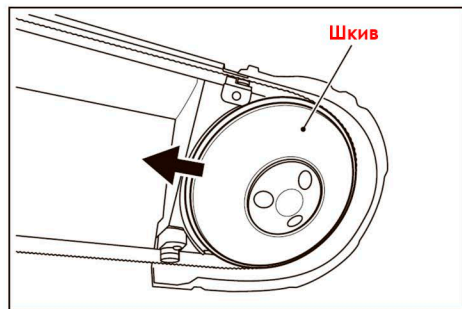

Рис.4
2. Наденьте пыльную ленту на оба приводных шкива, пропустив её через направляющие ролики держателя (Рис. 4).